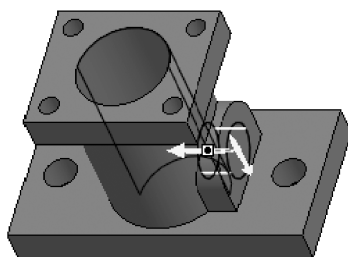

图 4-109 预览水平孔
(22) 使用【重合】约束工具，将圆的圆心和圆弧的圆心进行重合约束，单击【草绘器工具】工具栏中的【完成】按钮，接受草绘图形，拖动鼠标中键预览模型，如图4-109所示。